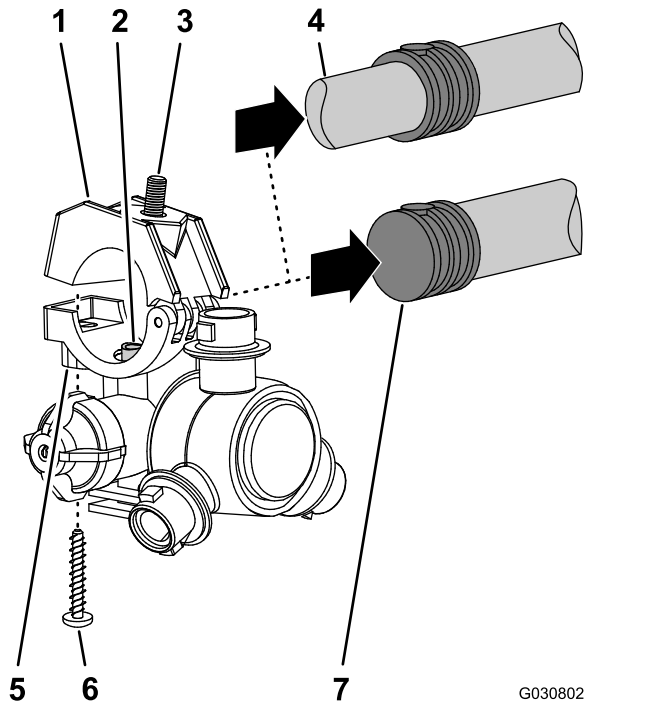

Figura 120
- Trabajando con las 8 boquillas de fumigación que retiró en el paso 1, retire los tornillos de acero inoxidable (Nº 12 x 1-1/4") que sujetan las mitades superiores de las abrazaderas y los conectores de manguera de dentado simple o doble (3/4") al cuerpo de cada boquilla de fumigación, y retire los conectores de manguera dentado (Figura 120).